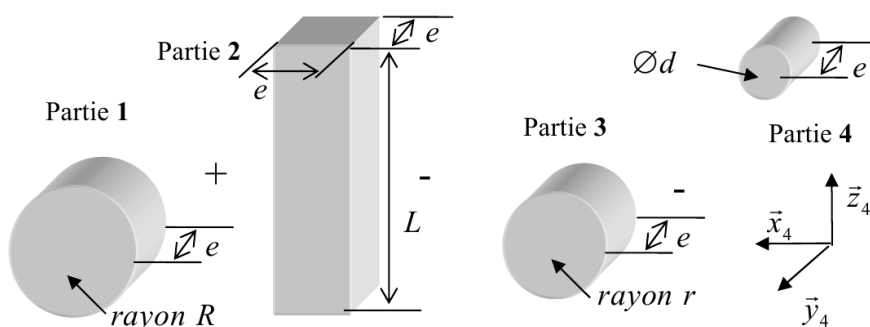

Figure 11 – Décomposition en volumes élémentaires
**Question 3 :** A l'aide du résultat présenté sur la figure 11 donner une valeur permettant de caractériser la fragilité du matériau. Tracer sur la figure 11 en vert la courbe correspondant à un matériau moins fragile et en rouge celle d'un matériau plus fragile.